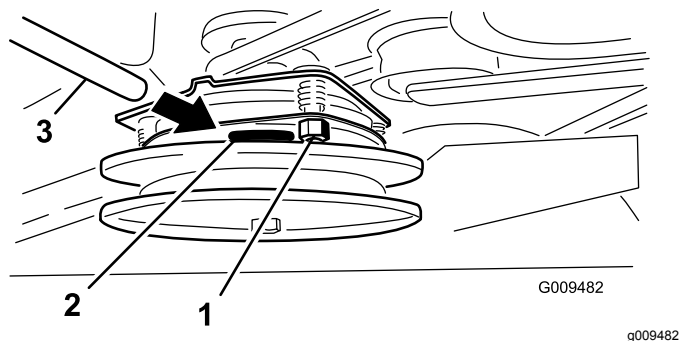

Figura 58
5. Apriete las contratuercas hasta fijar ligeramente la galga pero dejando que ésta se pueda mover con facilidad en la separación (Figura 58).